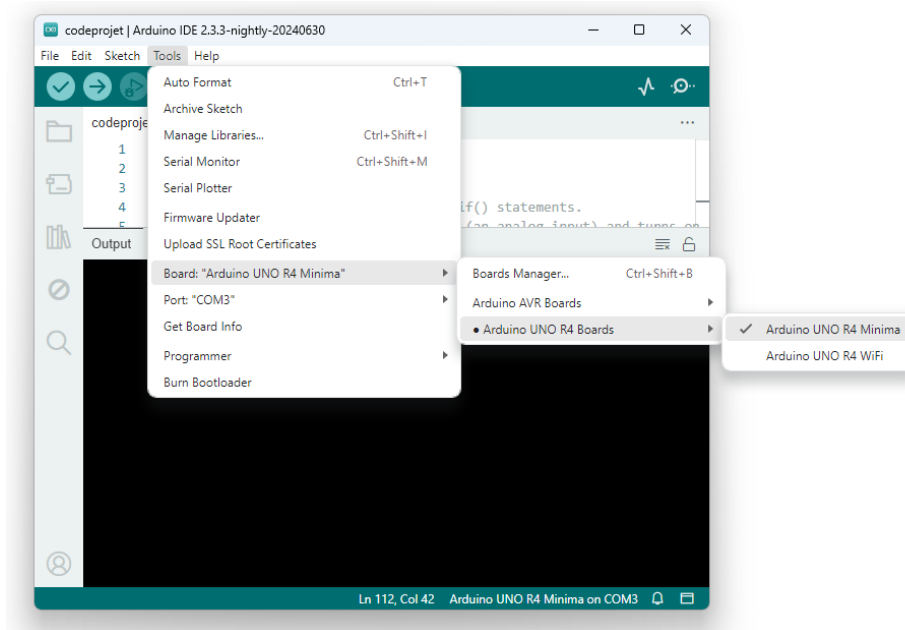

Figure 3. Sélection de la carte Arduino Uno R4 minima
- Le code de l'exemple Blink sera chargé *plus tard* dans une nouvelle fenêtre de l'IDE. Pour commencer, connectez la carte Arduino à votre PC à l'aide d'un câble USB et démarrez l'IDE Arduino. Mais avant de pouvoir télécharger le sketch sur la carte, vous devez configurer l'IDE en sélectionnant votre carte et son port connecté. Pour configurer la carte, accédez au menu **Outils et Tableau (Tools and Board)**. Pour l'Arduino Uno, vous devez sélectionner Arduino UNO R4 board et Arduino Uno R4 minima comme montré sur la **Figure 3**.